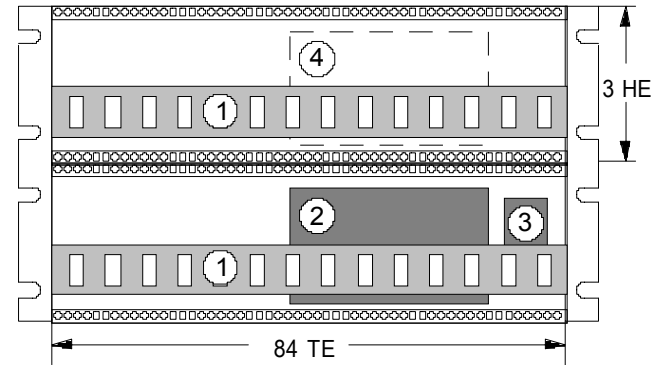

Abb. 1: Blick in den 19-Zoll-Grundrahmen A-100 G
Der **Grundrahmen** (s. Abb. 1) entspricht der 19-Zoll-Norm und besteht aus zwei fest miteinander verbundenen **Baugruppenträgern** mit jeweils 3 HE (Höhen-einheiten). Darin enthalten sind zwei Busplatinen (①), Netzteil (②) sowie Netzeingang (③).
Die **Frontplatten** der Module haben eine Höhe von 3 HE. Ihre **Breite** wird in TE (1 TE = 5.08 mm) angegeben. Somit ergibt sich für den Grundrahmen eine **nutzbare Breite von 84 TE** (s. Abb. 1). Ergeben die eingesetzten Module zusammen keine 84 TE, müssen Sie die freien Öffnungen mit **Blindplatten** verdecken.
Das **Netzteil** im Grundrahmen liefert die Spannungen **+12 V** und **-12 V** und kann einen **Strom von maximal 650 mA** abgeben. Bei einer Bestückung des Systems ist darauf zu achten, daß die Gesamtstromaufnahme aller Module unterhalb dieses Wertes bleibt. Ist dies nicht der Fall, muß ein zweites Netzteil (s. Zubehör) eingebaut werden (s. Abb.1, ④). In der Regel reicht jedoch ein Netzteil für einen Grundrahmen aus.